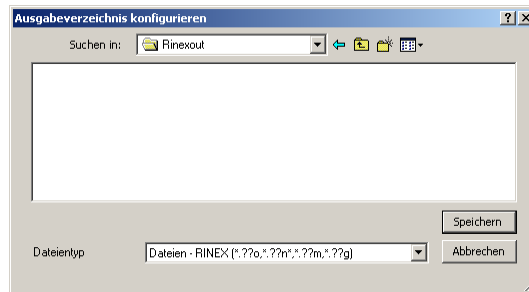

Abbildung B.4. Dialogfeld "Ausgabeverzeichnis konfigurieren"
4. Klicken Sie auf **Ausgabeverzeichnis**, um das Dialogfeld **Ausgabeverzeichnis konfigurieren** zu öffnen, Abbildung B.4.